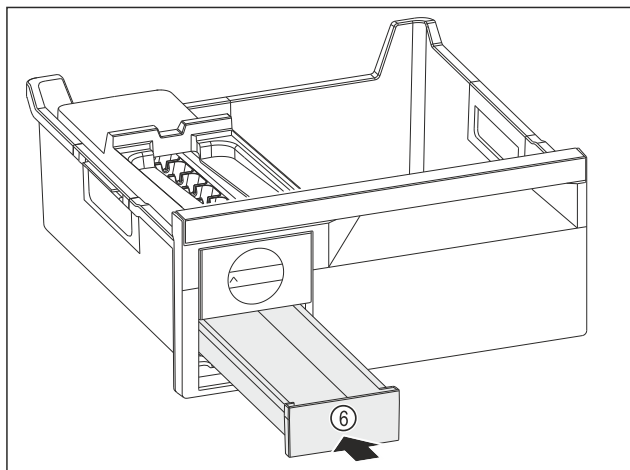

Fig. 90
- Zasuňte zásuvku na kocky ľadu Fig. 90 (6).